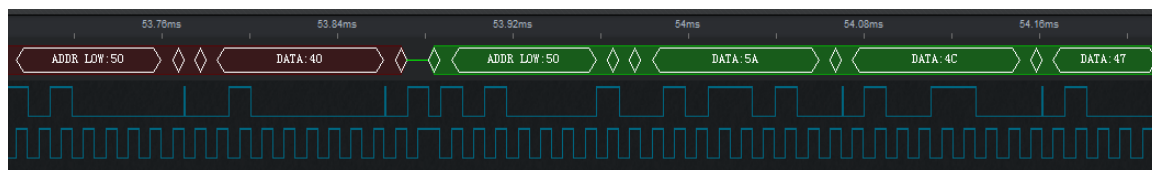

图 4.8 解码效果
- 5、请等待一会（与数据量大小有关）。查看波形视图，便可以看到解析后的数据如图 4.8。（协议分析后显示方式与具体协议有关。）